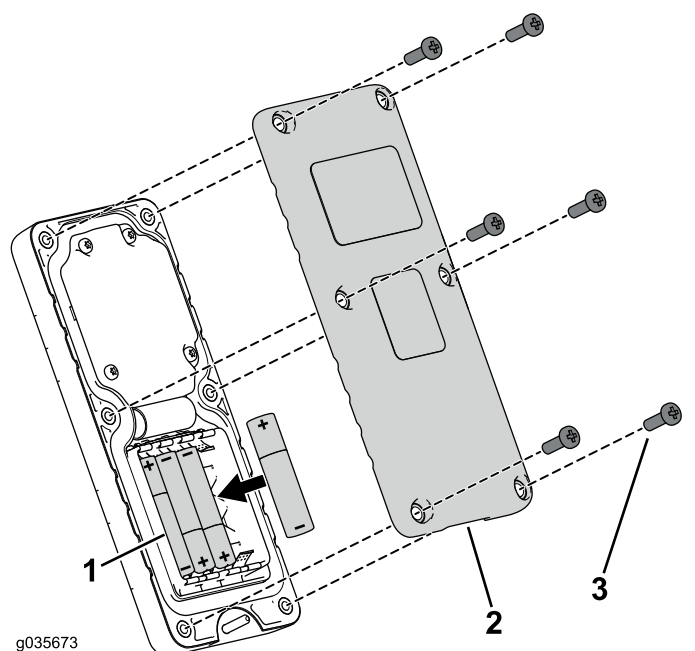

Figura 27
- Inserite le batterie nel portabatteria rispettando la polarità (Figura 27).
3. Riposizionate il coperchio e fissatelo con le 6 viti precedentemente rimosse (Figura 27) e serratele a una coppia di 1,5-1,7 N·m.